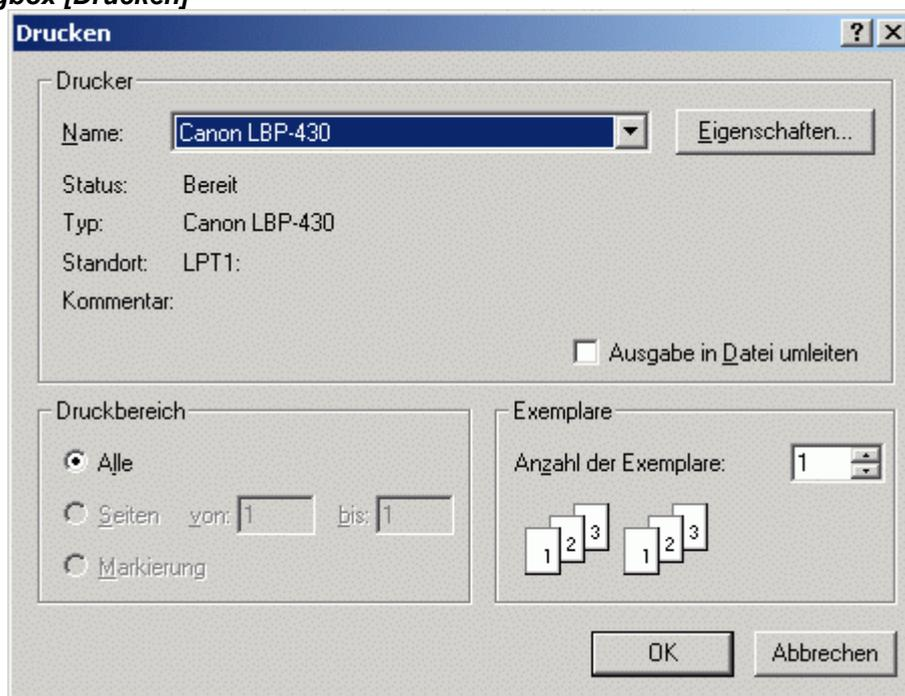

Abb. 5-3-1 Dialogbox [Drucken]
- Die in Abb. 5.3.1 abgebildete Dialogbox [Drucken] wird geöffnet.